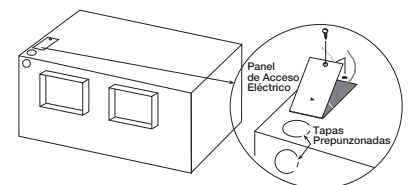

Figura 6 — Pieza desmontable
- Retire la pieza desmontable del cableado superior o lateral, dependiendo de la dirección del cableado, doblándola de un lado a otro para romper las lengüetas, como se muestra en la Figura 6.